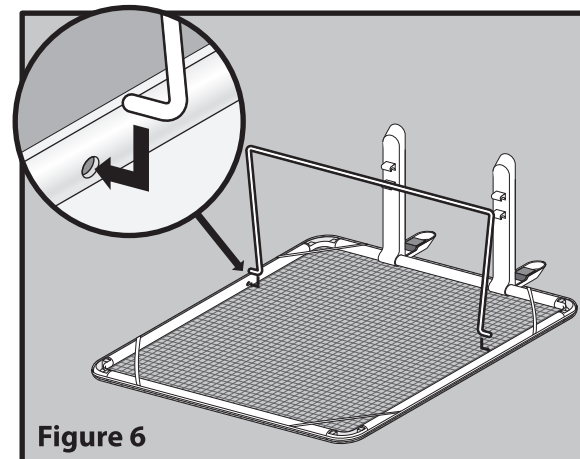

Figure 6
6. Turn the drying shelf over. Place the bent wire securely into the holes (figure 6).
6. Retourner l'étendoir, puis insérer dans les trous les extrémités de la tige d'appui (figure 6).